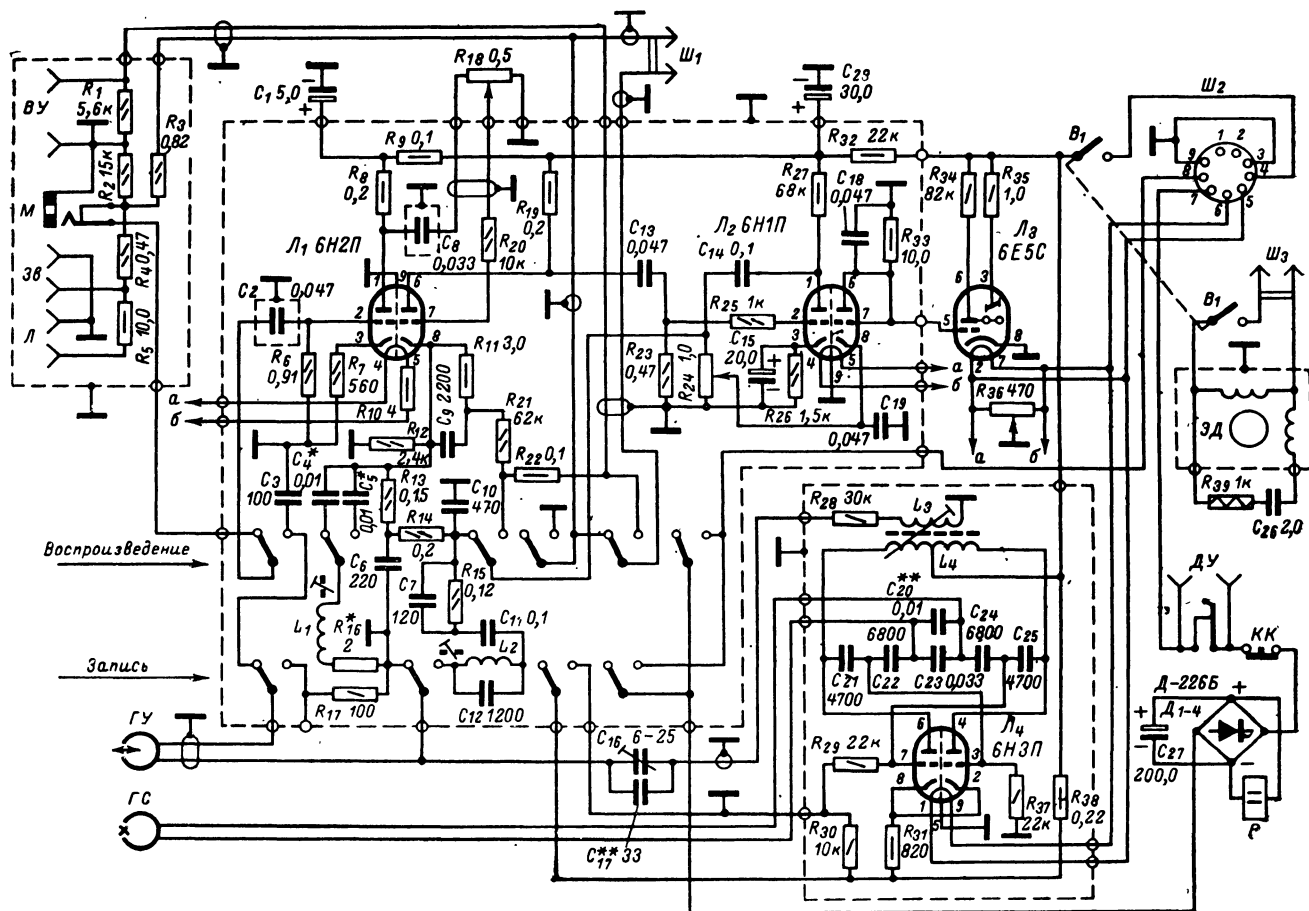
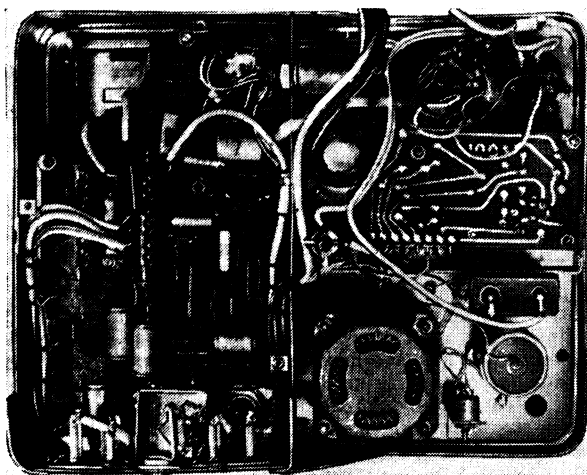

Рис. 211. Принципиальная электрическая схема магнитофонной панели магнито радиолы «Романтика»
Рис. 212. Монтаж усилителя магнитофонной панели магниторадиолы «Романтика».
**Усилитель, генератор, питание.** Принципиальная электрическая схема магнитофонной панели приведена на рис. 211, а монтаж с внутренней стороны панели на рис. 212. Усилитель трехкаскадный, собран на лампе 6Н2П ( $L_1$ ) и левом триоде лампы 6Н1П ( $L_2$ ). При записи используются все три каскада. Индикатором уровня записи служит электронно-световой индикатор 6Е5С ( $L_3$ ). Правый триод лампы 6Н1П используется выпрямителем сигнала, поступающего в индикатор уровня записи. Регулировка уровня при записи производится потенциометром  $R_{18}$ . Частотная коррекция в усилителе осуществляется в цепи катода правого триода лампы  $L_1$  специальными цепями, раздельно для записи и воспроизведения. Универсальная головка при записи включается в цепь анода левого триода лампы  $L_2$  через контакты переключателя, фильтр-пробку  $L_2C_{12}$ , резистор  $R_{15}$  и конденсатор  $C_{14}$ .